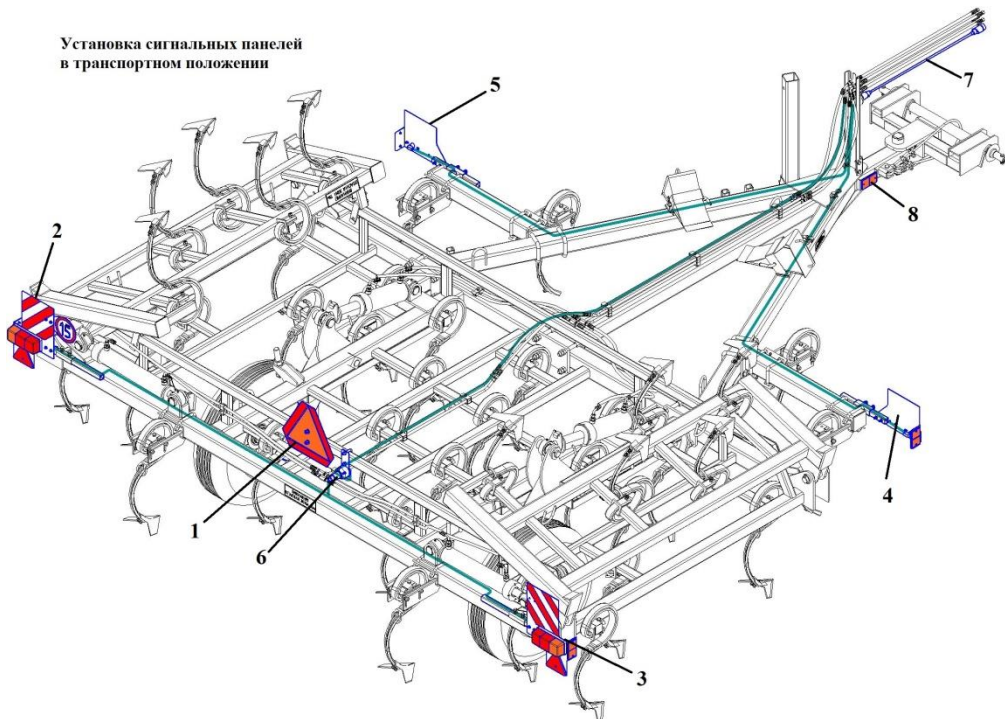

Рисунок 11 – Схема установки светосигнального оборудования
3.9 При транспортировке культиваторов по дорогам обязательно должны быть установлены упоры на гидроцилиндры опорных колес (рис. 3), а крылья (для КПМ-6 / КПМ-8 / КПМ-10) зафиксированы на раме при помощи механических фиксаторов. Кроме того необходимо обязательно установить предусмотренное конструкцией светосигнальное оборудование (рис. 11).